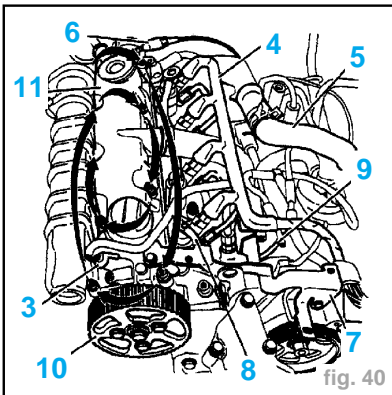

fig. 40
- Débrancher le capteur (3) (fig. 40).